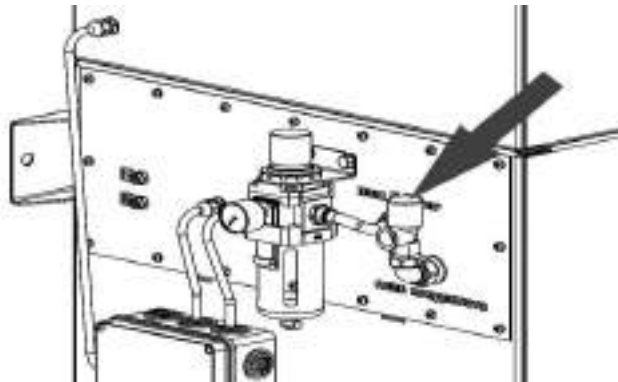

Рисунок 7
- 2) открутить рукоятки, которые крепят картриджи (рисунок 7а);
- 3) извлечь картриджи из фильтровальной камеры (рисунок 7б);